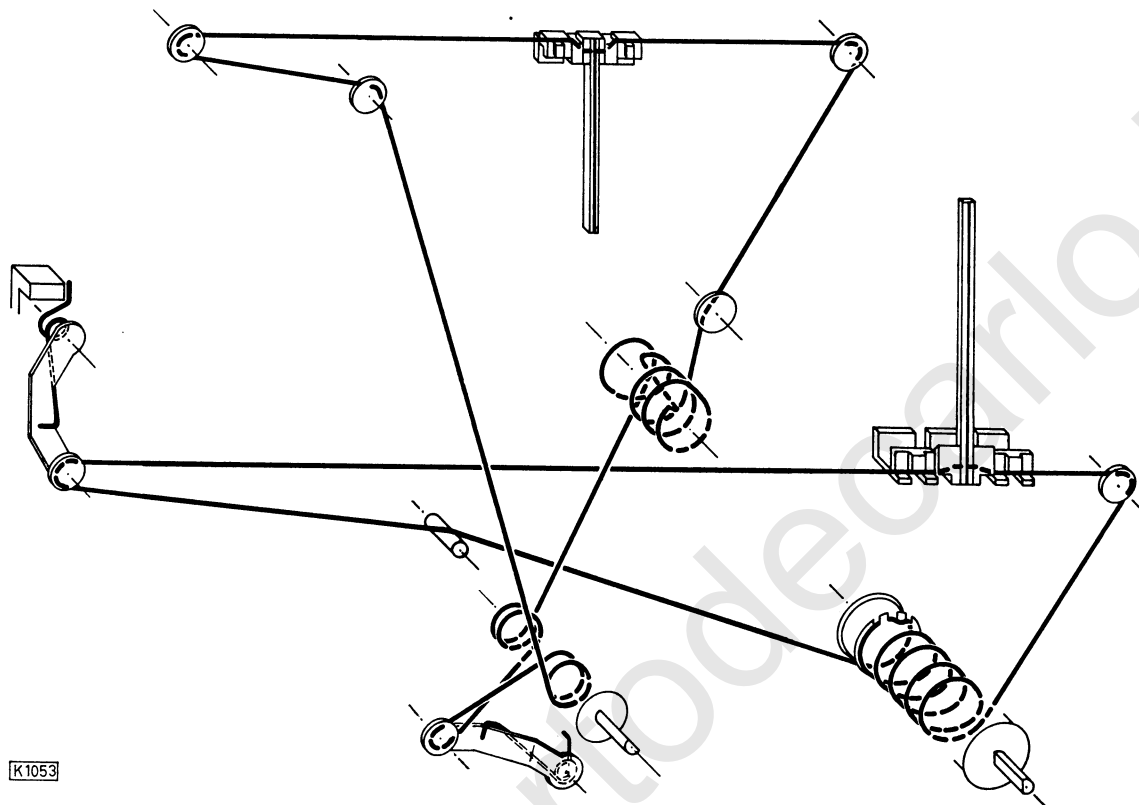

Fig. 10
7.2 Seilzüge nach Fig. 10 auflegen. Zum Auflegen des Seilzuges für die obere Skala (Länge ca. 0,6 m) muß der Seilzug für die untere Skala (Länge ca. 0,5 m) und der Reflektor abgenommen werden.
7.2 Place drive cables as shown in fig. 10. Before placing the drive cable for the upper dial (length approx. 0.6 m) it is requested to remove the drive cable for the lower dial (length approx. 0.5 m) and the reflector.